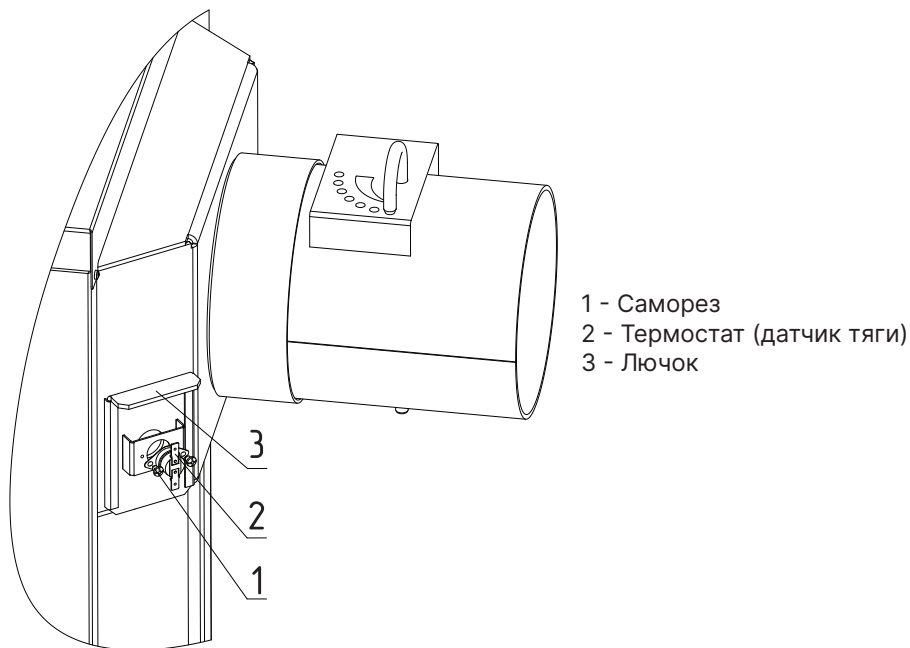

Рис.8 Установка термостата на котлы Тополь-М
- Датчик тяги (**Рис.8, поз.2**) устанавливается в отверстие лючка (**Рис.8, поз.3**) и фиксируется саморезами (**Рис.8, поз.1**);